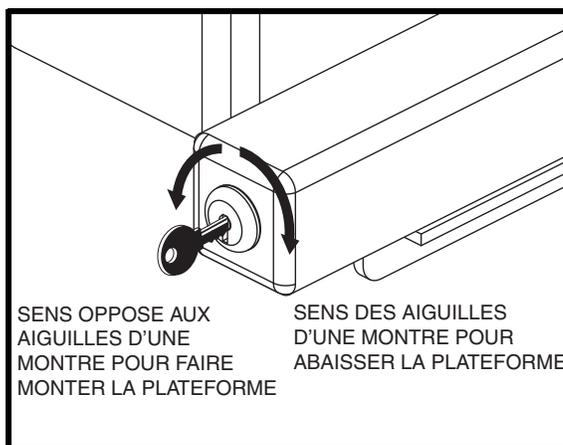

Figure 11. Fonction de la clé
2. Tournez et tenez la clé dans le sens des aiguilles d'une montre pour abaisser la plateforme. **Voir la figure 11.** Relâchez la clé dès que la plateforme touche le sol.
4. Soulevez la plate-forme de levage en tournant et en appuyant sur la clé dans le sens des aiguilles d'une montre. Voir figure 11.